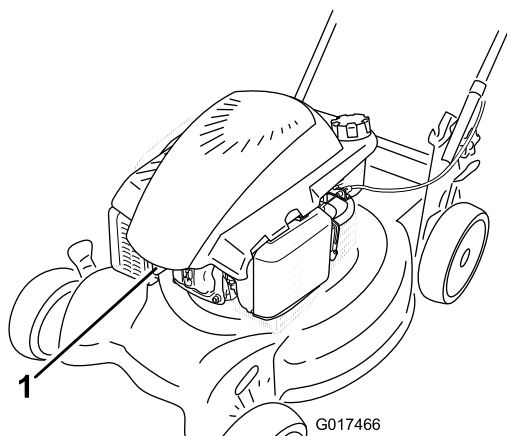

Figure 36
2. Débranchez le fil de la bougie (Figure 36) avant de procéder à un quelconque entretien.